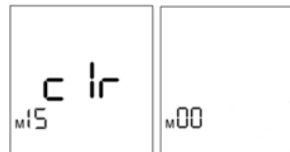

Abb. 11: Messwerte löschen
2. Warten Sie, bis das Display blinkend [c Ir] anzeigt (siehe Abb. 11).